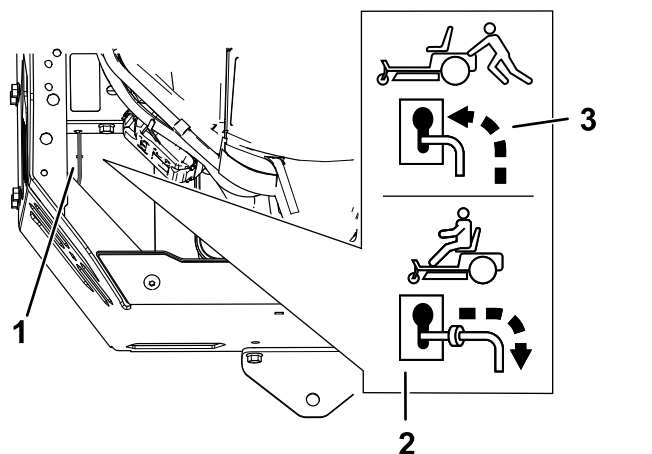

Figura 37
4. Spostate in avanti le leve di bypass attraverso il foro della chiavetta, quindi verso il basso per bloccarle in posizione (Figura 37).
Spostate indietro le leve di bypass attraverso il foro della chiavetta, quindi verso il basso per bloccarle in posizione, come illustrato nella Figura 37.